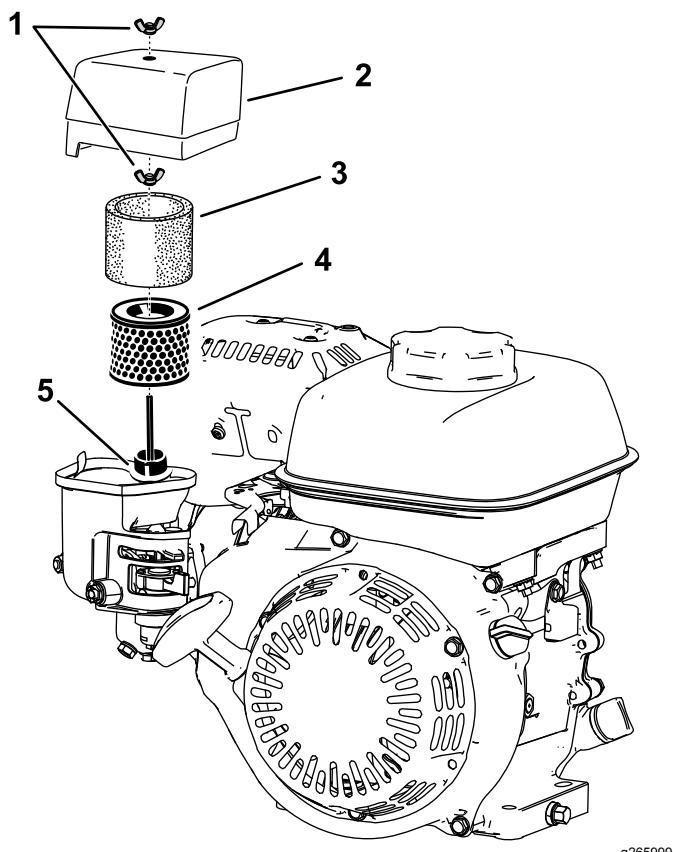

Figure 29
2. Retirez l'écrou à oreilles qui fixe le couvercle du filtre à air (Figure 29).